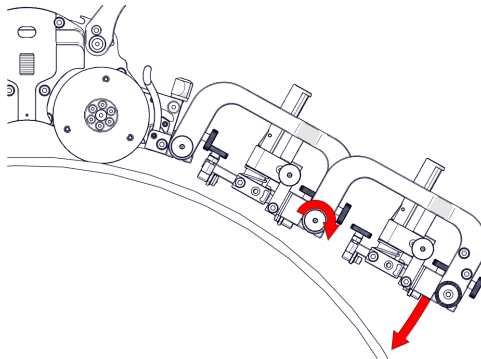
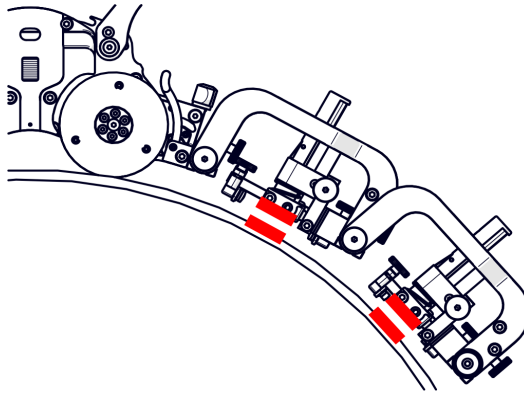

Abbildung 2-99 Einstellen des vorderen Drehknopfes
Abbildung 2-100 Ausrichten der Prüfköpfe an der Tangente der Scanfläche
6. Lösen Sie den vorderen Drehknopf (siehe Abbildung 2-99 auf Seite 113), um die TOFD-Prüfkopfhalter parallel zur Scanfläche auszurichten (siehe Abbildung 2-100 auf Seite 114).